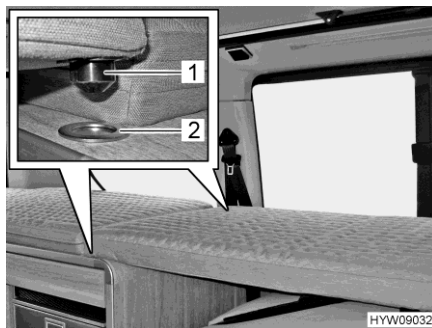

Fig. 44 Fissaggio sul cuscino
- Collocare il cuscino per il letto singolo longitudinale su sedili ribaltati e supporto. Fare attenzione che i perni (Fig. 44,1) sul lato inferiore del cuscino si innestino negli attacchi (Fig. 44,2) della base.